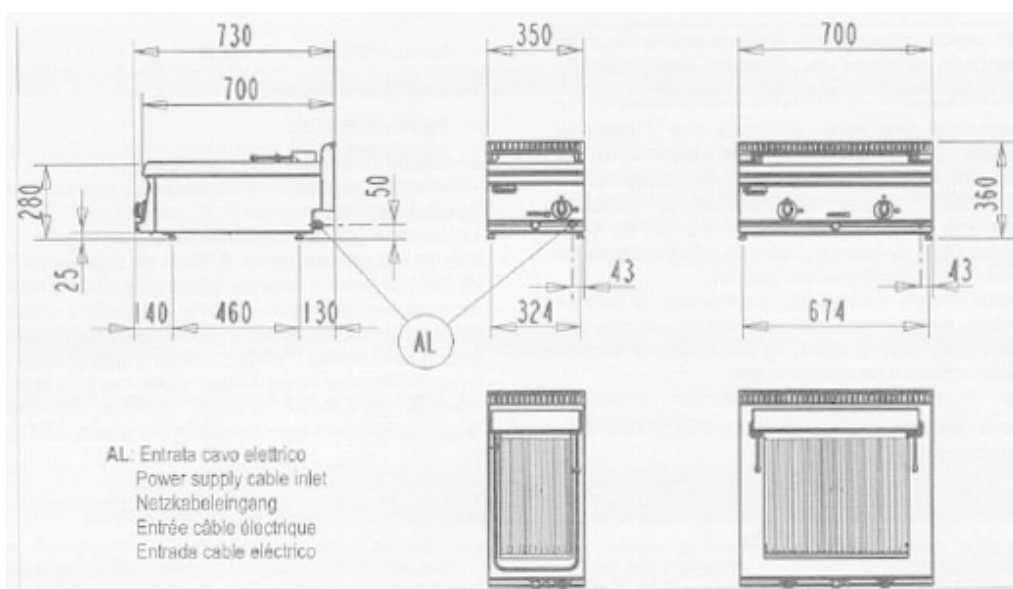
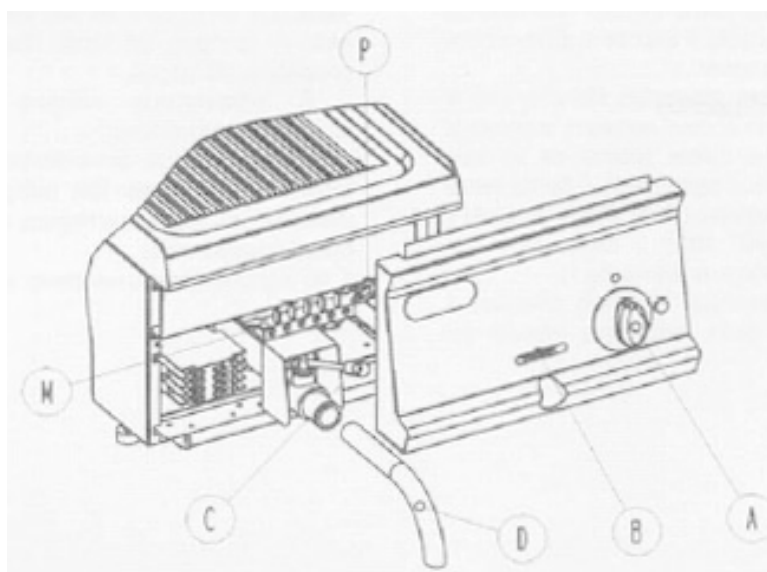

Рис. 1:
Рис. 2
Электрический кабель не должен проходить вблизи от источников тепла, и температура в местах прохождения электрического кабеля не должна подниматься выше 50°C. Электрический кабель должен быть защищён жесткой металлической или пласт-массовой трубкой. Данное электрооборудование поставляется без электрического кабеля. Для подачи электрической энергии к данному оборудованию следует применять электрический кабель, имеющий технические характеристики, по меньшей мере, соответствующие стандарту H07 RN-F. Поперечное сечение проводов электрического кабеля должно быть не менее, чем указано в таблице (рис. 1).
Для того, чтобы получить доступ к клеммной колодке «M» (рис. 2), снимите панель управления, для чего следует отвинтить два винта, которые находятся в нижней части этой панели.
Убедитесь в том, что электрический кабель проходит через предназначенное для него отверстие «P» (рис. 2) вблизи клеммной колодки; удерживайте кабель на месте до тех пор, пока его положение не будет зафиксировано с помощью кабельного хомута «AL» (рис. 1).
- Поверните ручку «А» (рис. 2) так, чтобы индикаторная метка на панели управления соответствовала желаемой температуре.
- Вставьте один конец трубки "D" (рис. 2) в сливное отверстие и закрепите его, вдавив вниз.
- Поднимите рычаг "B" (рис. 2) и нажмите на рычаг "C" (рис. 2) влево, для того, чтобы слить воду из ванны.